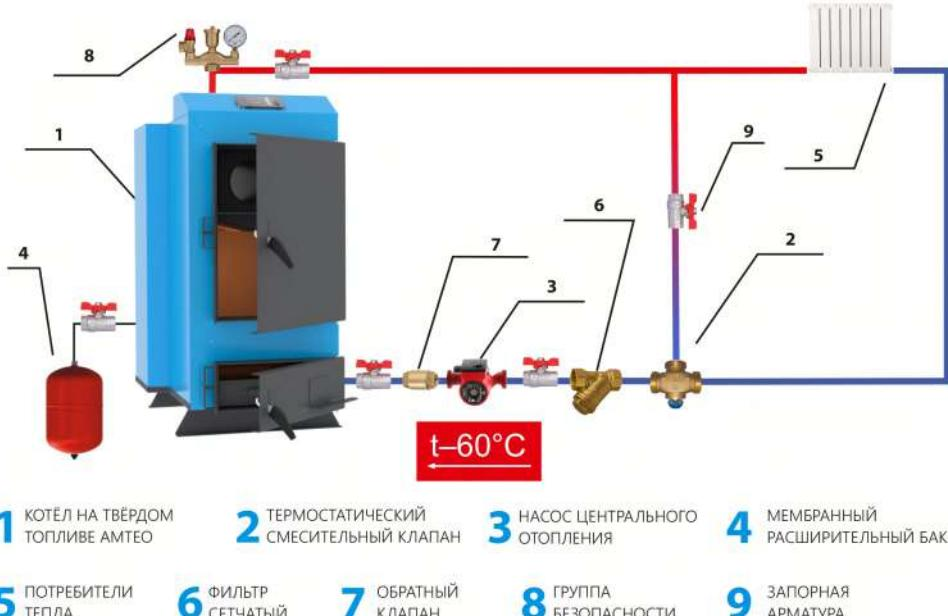

Рис. 2 (а)
5.3. Рекомендованные схемы установки котла показаны на рис. 2 (а,б).